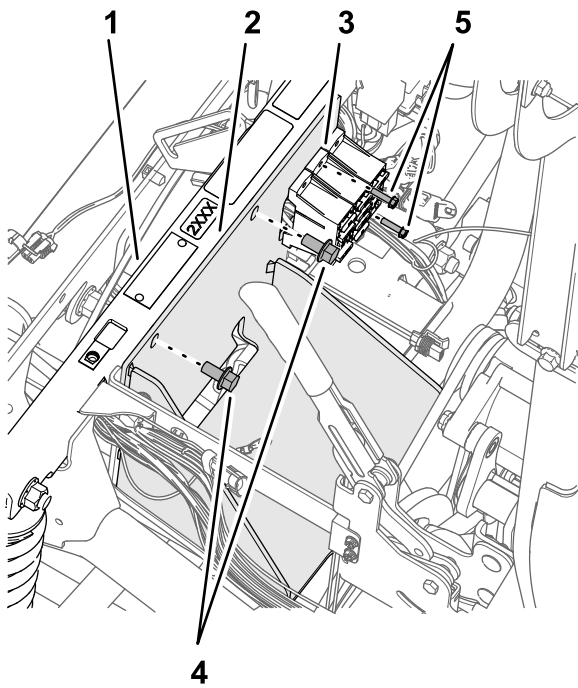

Figura 176
2. Monte o suporte da bateria no tubo de suporte do para-choques (Figura 176) com os dois parafusos de cabeça flangeada ($\frac{3}{8}$ pol. x $\frac{3}{4}$ pol.) que retirou no passo 4 de Retiração da bateria (300 A) e suporte da bateria (página 80).
4. Prenda os blocos de fusíveis no suporte da bateria (Figura 176) com o parafuso (10-24 pol. x ¾ pol.) e as porcas (10-24) que retirou no passo 3 de Retiração da bateria \(300 A\) e suporte da bateria \(página 80\).